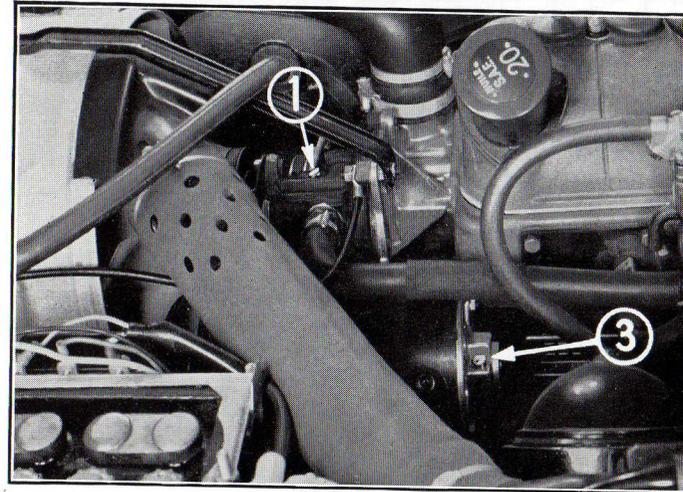

Figure 27
**Avec de l'huile moteur** (à la burette). } Le palier de l'axe du ventilateur **1** (fig. 27).
**Avec de l'huile moteur** (à la burette). } Le palier AR de dynamo **3** (fig. 27).